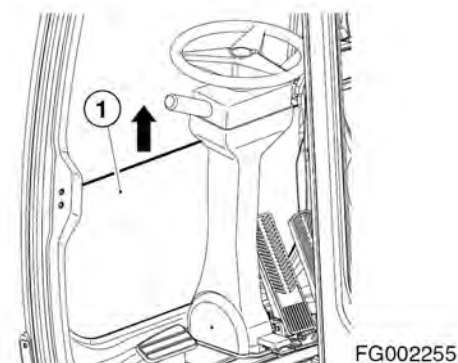

Рис. 153
1. После установки переднего верхнего окна в крыше кабины, снять нижнее окно (1, рис. 153) в направлении, указанном стрелкой (рис. 98).